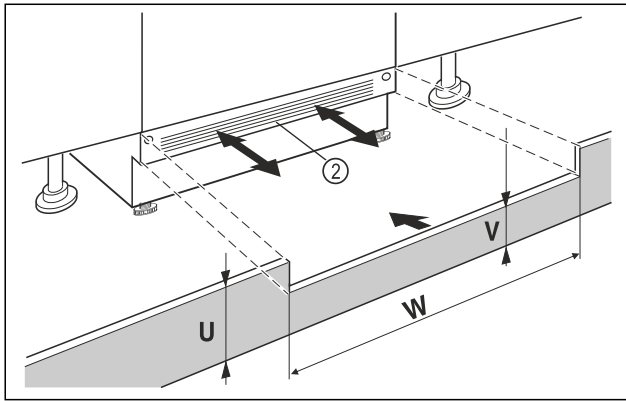

Fig. 62 Примерное изображение
- ▶ Установите цокольную панель устройства Fig. 62 (2), но еще не фиксируйте ее.
- ▶ Если цокольную панель Fig. 62 (2) видно, потяните её вперед настолько, пока передний край вентиляционной решетки не станет вровень с цокольной панелью мебели.
- ▶ Если цокольная панель Fig. 62 (2) скрыта, сдвиньте её назад как можно дальше.
- ▶ Вентиляционное отверстие должно быть полностью открытым: При необходимости следует подрезать цокольную панель мебели по высоте Fig. 62 (U)!
- ▶ Подгоните высоту перемычки Fig. 62 (W) по всей ширине ниши Fig. 62 (V) под цокольной панелью устройства Fig. 62 (2).